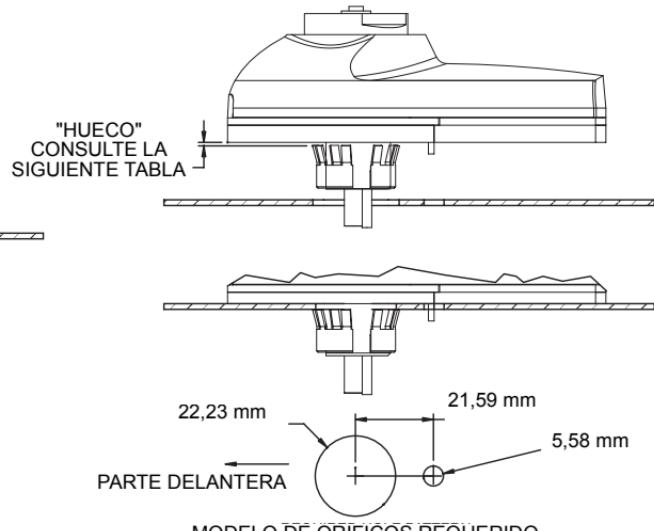

Figura 2: Instalación ciega
2. Taladre o agujere la superficie de montaje (0,33 cm grosor máximo) siguiendo el modelo indicado en la figura 2.